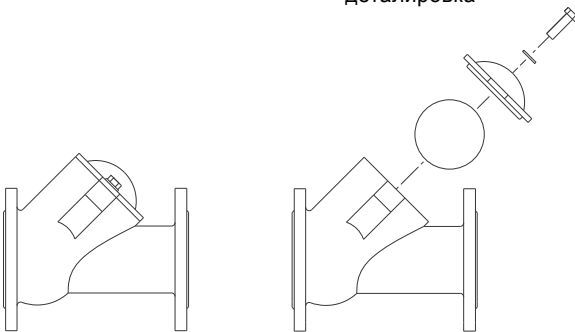

Рис. 37 Обратный клапан
3. Ослабьте и отвинтите два винта на крышке обратного клапана (см. рис. 37).